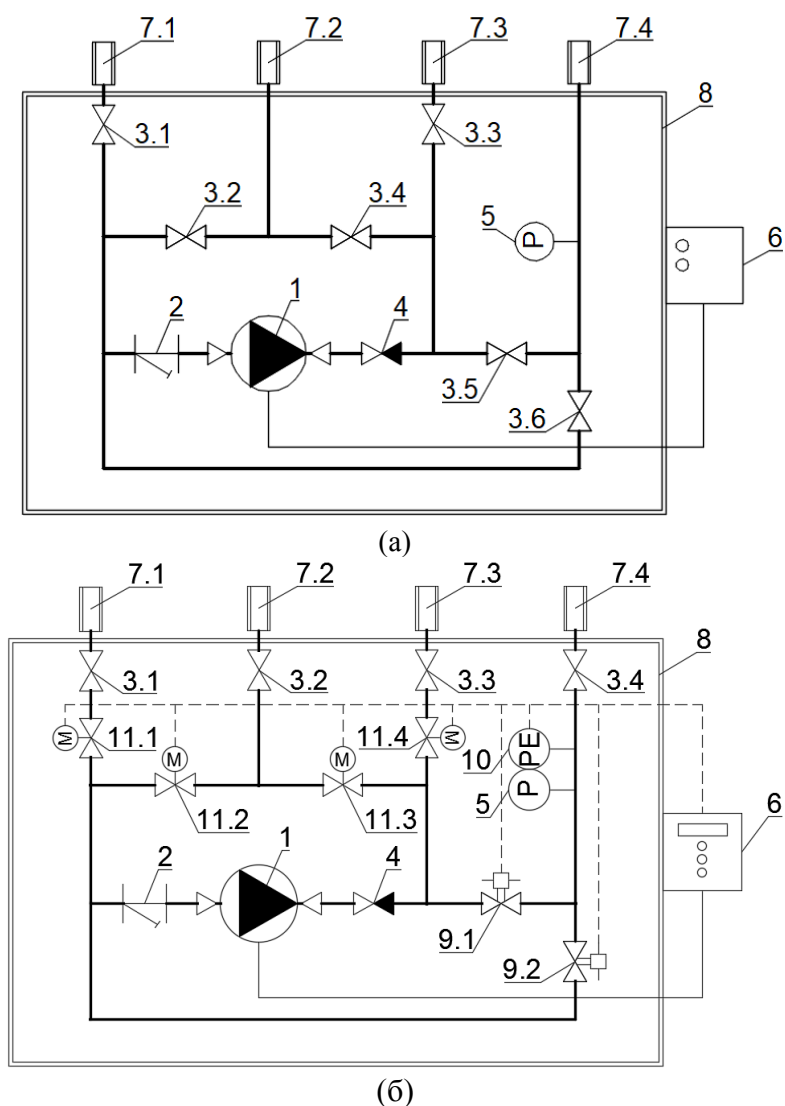

Рис. 1 Принципиальная схема устройства: а – без системы автоматизации; б – с системой автоматизации
2.2. Принципиальная схема устройства приведена на рис.1: